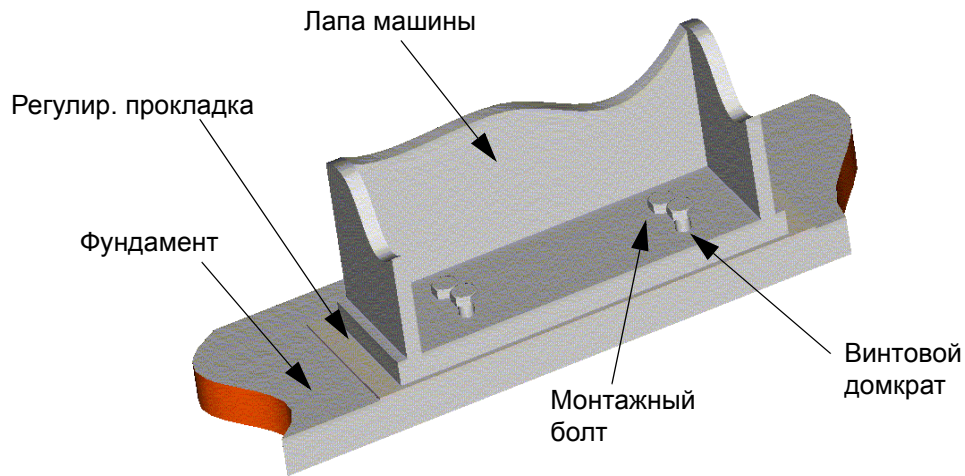

Рисунок 3-3 Вертикальное положение лапы машины
Для облегчения выравнивания и установки регулировочных прокладок, винтовые домкраты установлены в лапе машины, см. *Рисунок 3-3 Вертикальное положение лапы машины*. Машина остается стоять на винтовых домкратах.
5. Вертикальное выравнивание производится подкручиванием винтовых домкратов или подъемом гидравлических домкратов. Для упрощения вертикальной регулировки винтовые домкраты устанавливаются в лапах горизонтально установленной машины, см. *Рисунок 3-3 Вертикальное положение лапы машины*. На точность регулировки выравнивания машины иногда влияет тепловое расширение корпуса, см. *главе 3.6.4 Корректировка теплового расширения*